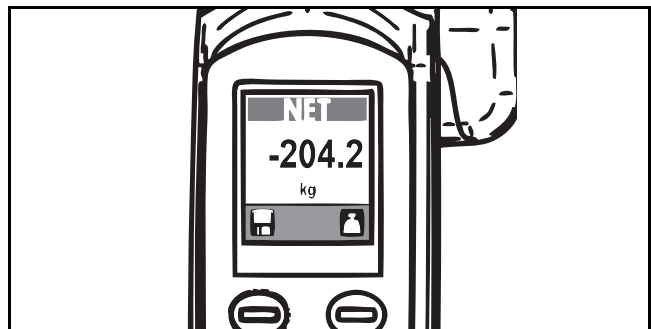

Рис. 67
- 2) Завершите перенос пациента и снимите пациента с подъемника. На дисплее будет отображено отрицательное числовое значение (см. Рис. 67).